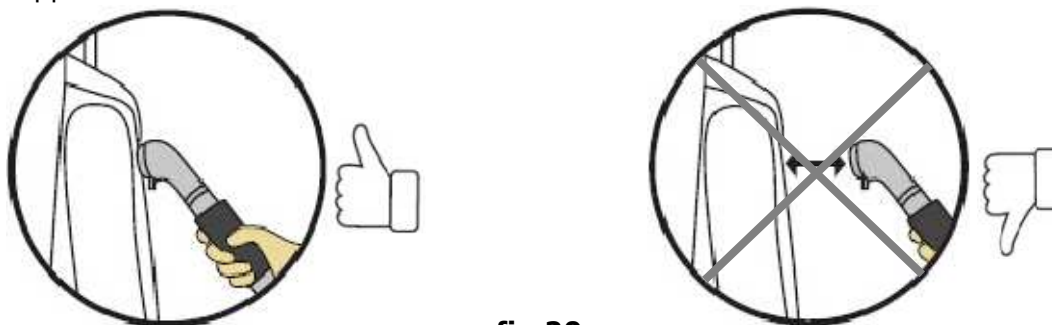

fig.20
- La tête de diffusion doit être absolument en contact avec le tissu pour de bons résultats de défroissage. (fig.20)